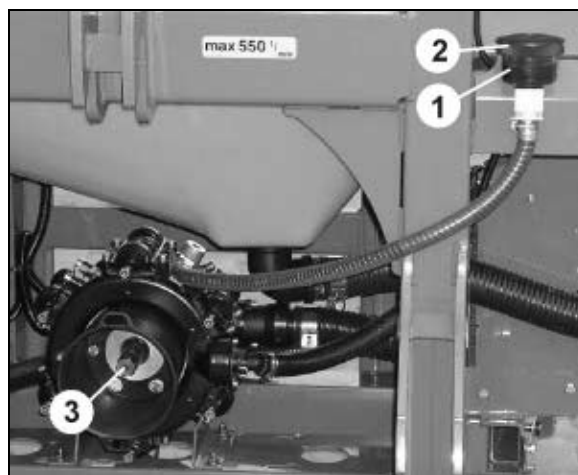

Fig. 116
1. Kontrollér at oljenivået er synlig i markeringen (Fig. 116/1) når pumpen står stille i vannrett stilling.
2. Lokket (Fig. 116/2) tas av og olje fylles på når oljenivået ikke er synlig i markeringen (Fig. 116/1).
2. Ta av lokket (Fig. 116/2).
- 3.2 Drivakselen (Fig. 116/3) dreies for hånd til den gamle oljen er rent helt ut.
5. Drivakselen (Fig. 116/3) dreies vekselvis mot høyre og venstre samtidig som det langsomt fylles på ny olje. Den korrekte oljemengden er påfylt når oljen er synlig i markeringen (Fig. 116/1).